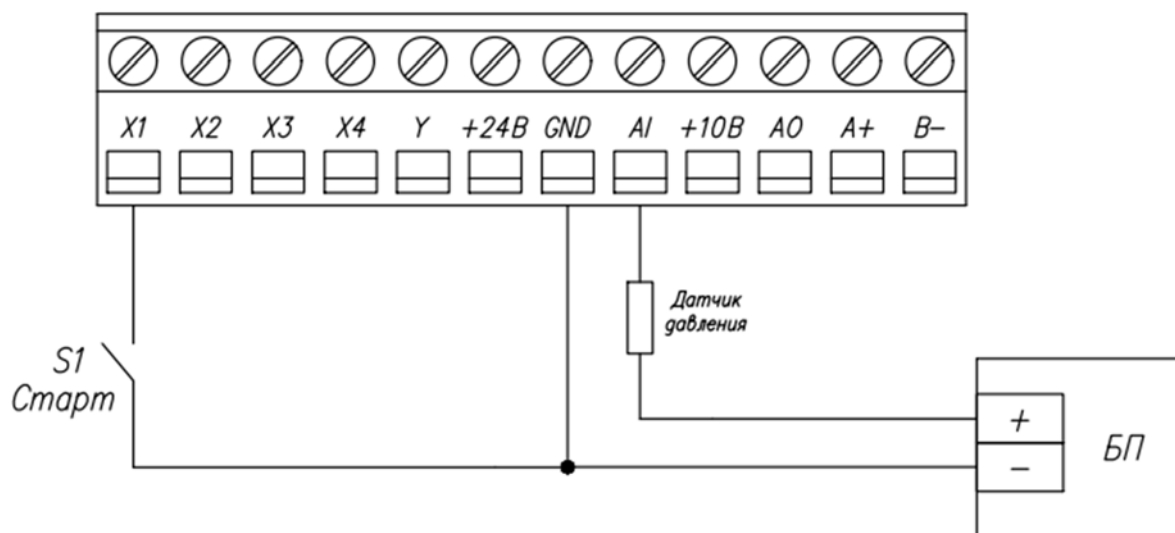

Рисунок 2. Схема подключения датчика давления к ПЧВ (используется внешний источник питания)
- С использованием внешнего источника питания (Рис. 2)